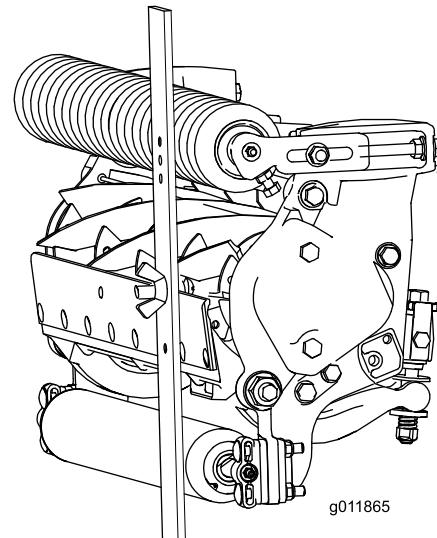

図 19
3. ゲージバーのネジ頭を下刃の切っ先に引っかけ、バーの後端を後ローラに当てがう図 19。
4. バーの前端がローラに当たるように、調整ネジで調整する図 19。ローラ全体が下刃と平行になるように、ローラの両側を均等に調節する。